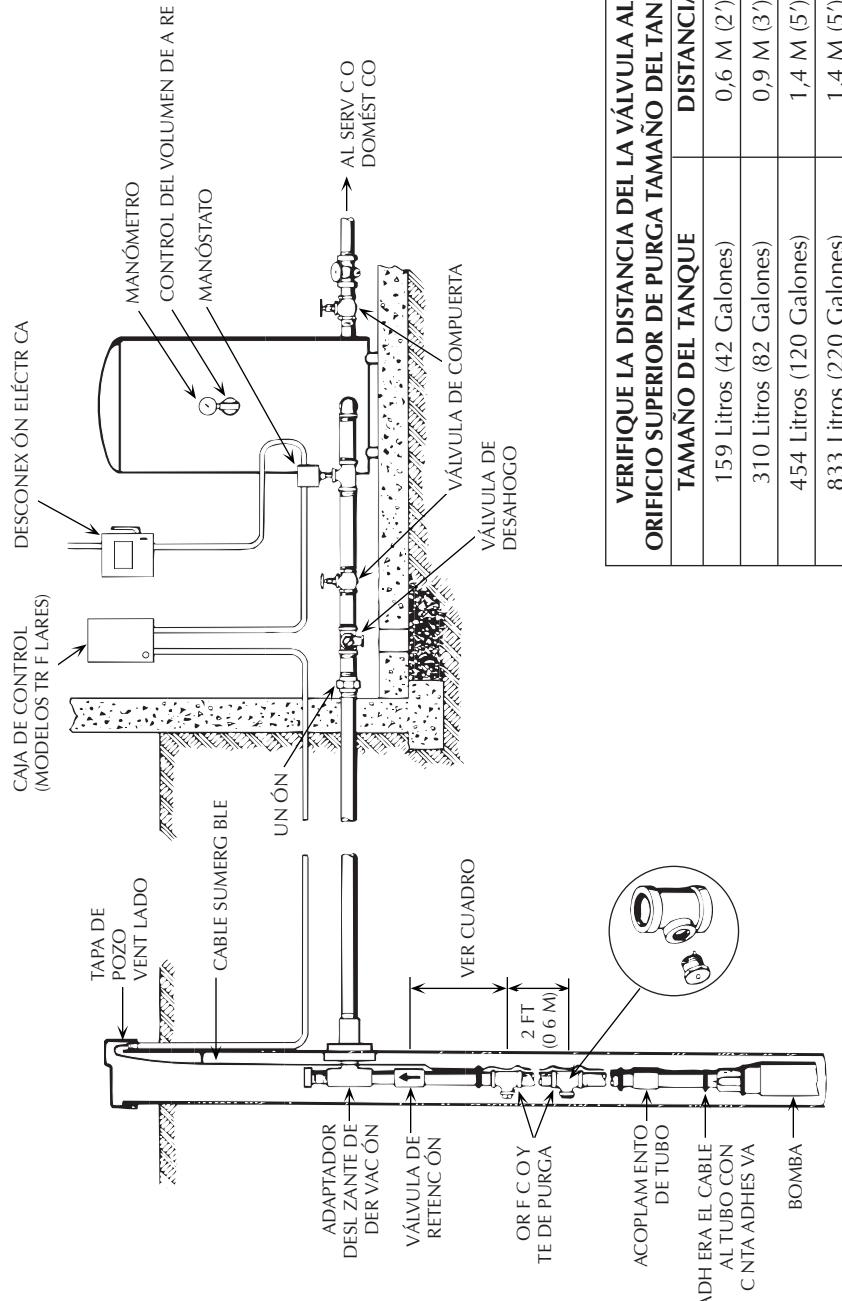

FIGURA 15 - Instalación con tanque de presión estándar
1. Si usa un tanque de presión estándar de aire sobre agua, instale dos orificios de purga a unos 2' (0.6 m) de distancia entre ellos según se ilustra en la Figura 15, página 78. Estos orificios cargarán el tanque automáticamente con aire. Consulte la figura 15 para determinar el lugar de los orificios.
Consulte la figura 15, en la página 78 para obtener información sobre las conexiones de las tuberías a los tanques de presión estándar y la distancia de los orificios de purga desde el tanque de presión.